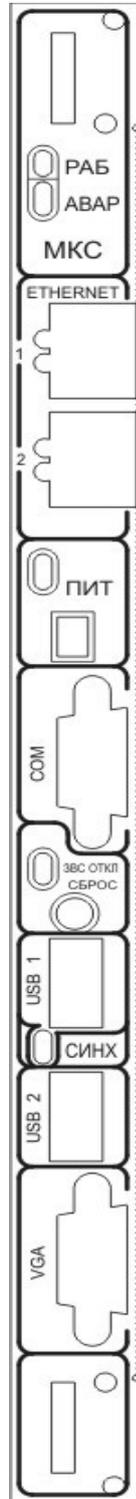

Рис. 3. Внешний вид лицевой панели МКС.
2.3.2. Эскиз внешнего вида лицевой панели модуля МКС приведен на рис.3.